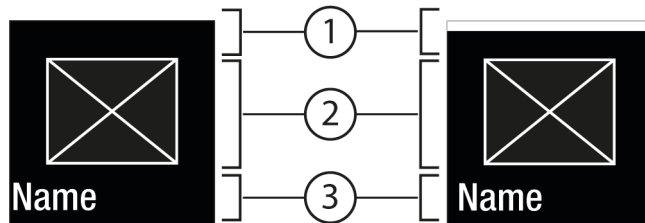
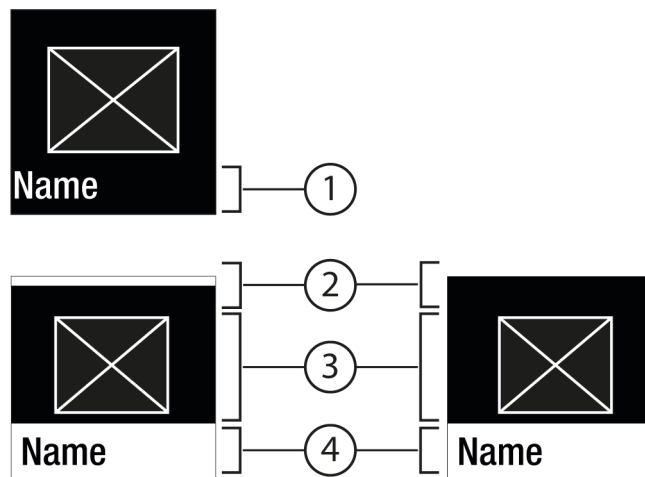

Fig. 7
Fig. 8
- С помощью Подтвердить Fig. 6 (2) вызвать Подменю Fig. 8 (4).
- Установка нового значения: С помощью Подтвердить Fig. 6 (2) выбрать деактивированное значение Fig. 7 (1).
- Назад в меню: С помощью Подтвердить Fig. 6 (2) выбрать уже активированное значение Fig. 7 (2).
- ▷ Состояние: активировано *Fig. 7 (1)* появляется ненадолго в Подменю *Fig. 8 (4)*.